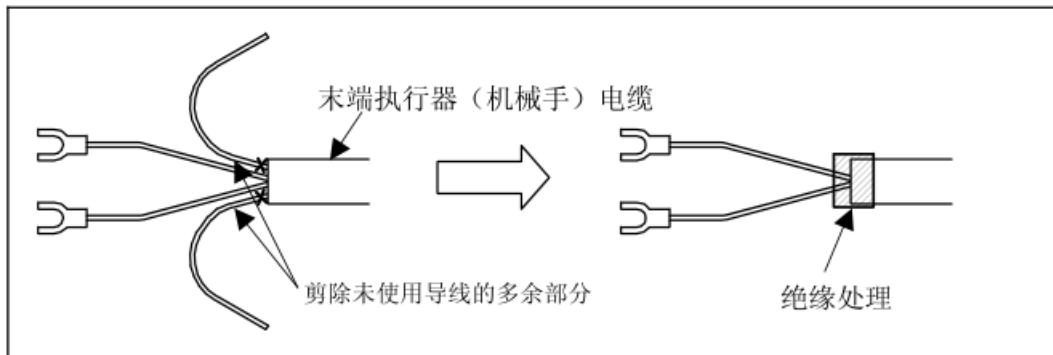

图 5 末端执行器(机械手) 电缆的处理方法
- 请剪除末端执行器(机械手)电缆的未使用导线的多余部分并进行绝缘处理。如缠绕醋酸布胶带等。(见图 5)